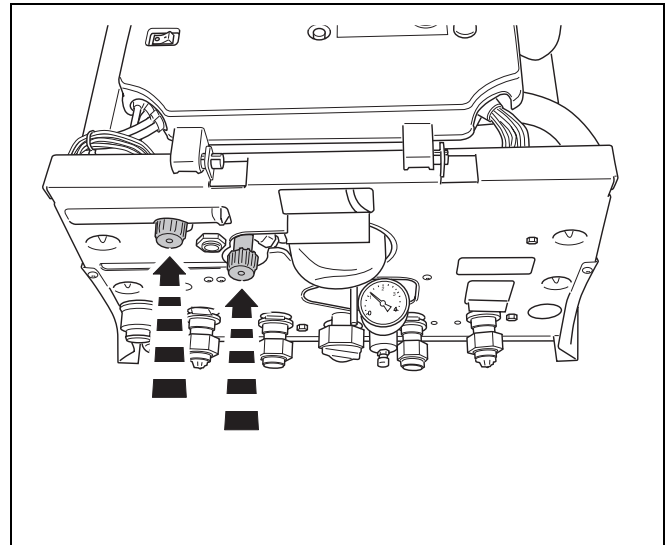

Fig. 3 Riempimento di un apparecchio combinato (rubinetti del disconnettore)
- Aprire i due rubinetti del disconnettore (fig. 3) e riempire l'impianto fino ad una pressione di 1,0 - 1,5 bar.